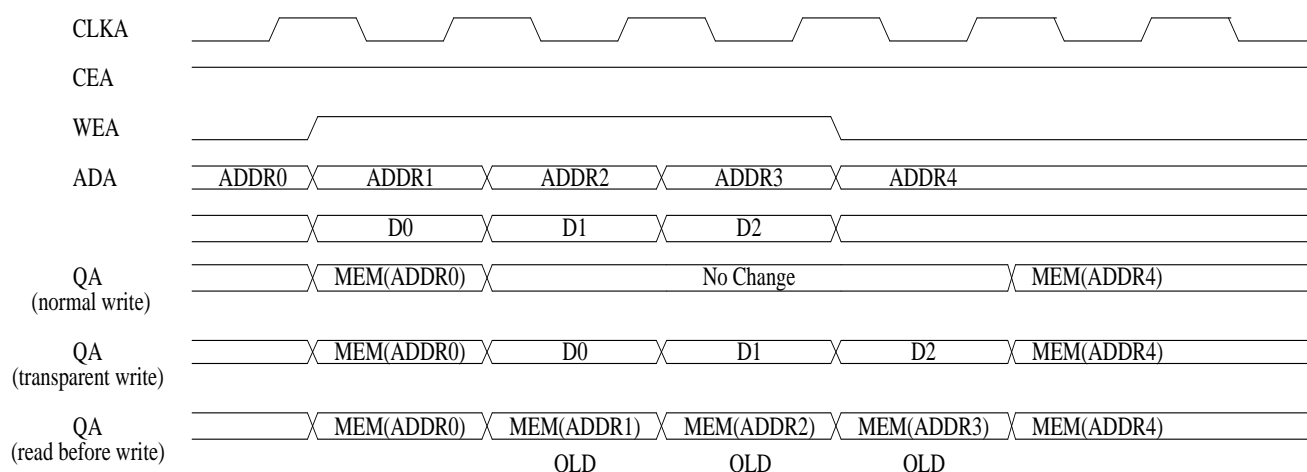

图 2 三种写操作模式输出时序图
根据数据写入时同一端口输出的数据的不同, DRM 的端口写操作支持 Normal Write mode (NW), Transparent Write mode (TW), Read before Write mode (RBW) 三种模式。如图 2 为三种写操作模式的时序图。